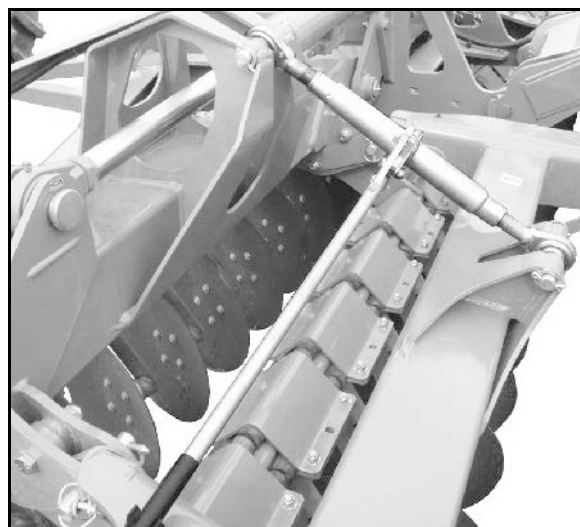

Fig. 34
- Kontroller den innstilte arbeidsdybden ved hjelp av skalaen (Fig. 34/1) som er montert på siderammen.